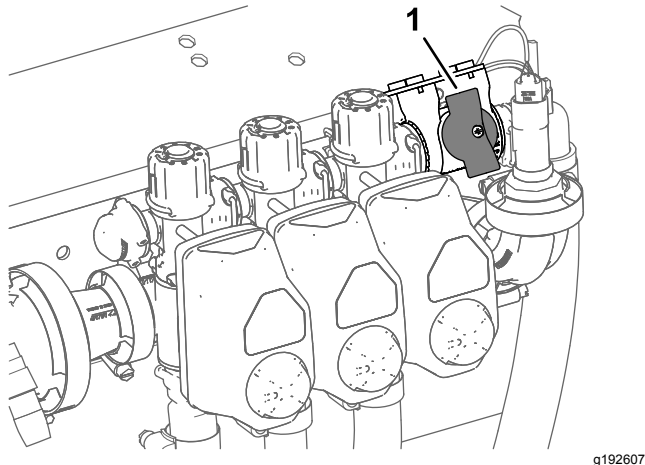

図 27
2. 個別ブームバイパス停止バルブのノブを「閉」位置にする 図 27。